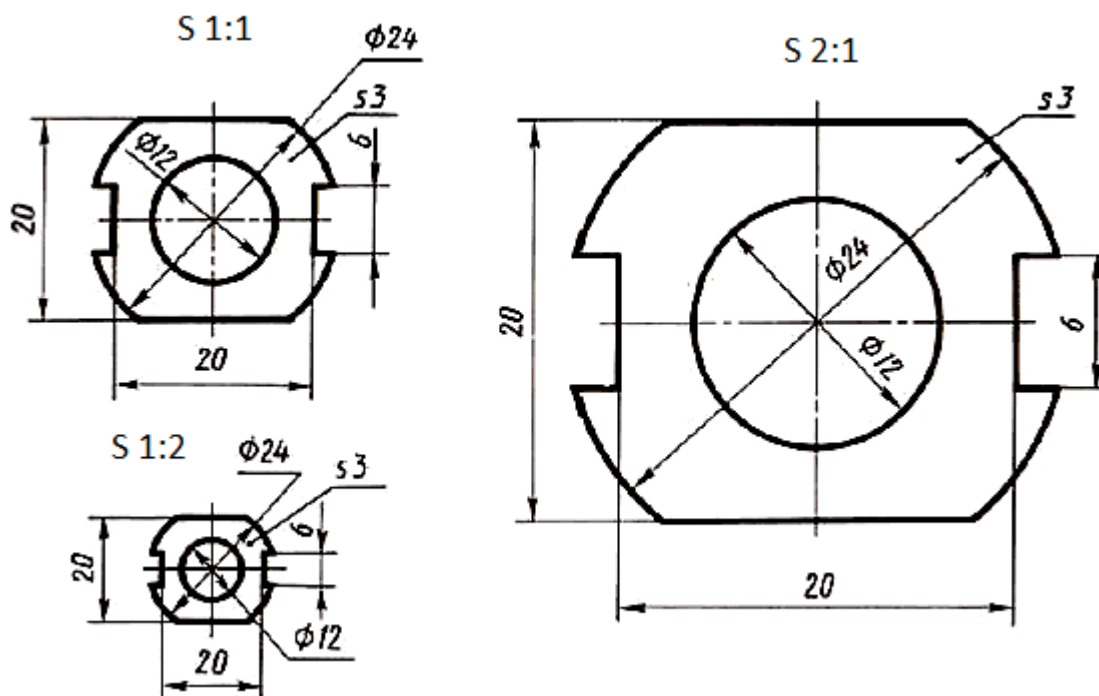

Рис. 1.9 Чертеж, выполненный в масштабе
- **чертеж в масштабе**, который выполняется с помощью чертежных инструментов, сохраняя постоянное соотношение между размерами детали и соответствующими размерами на чертеже (рисунок 1.9).